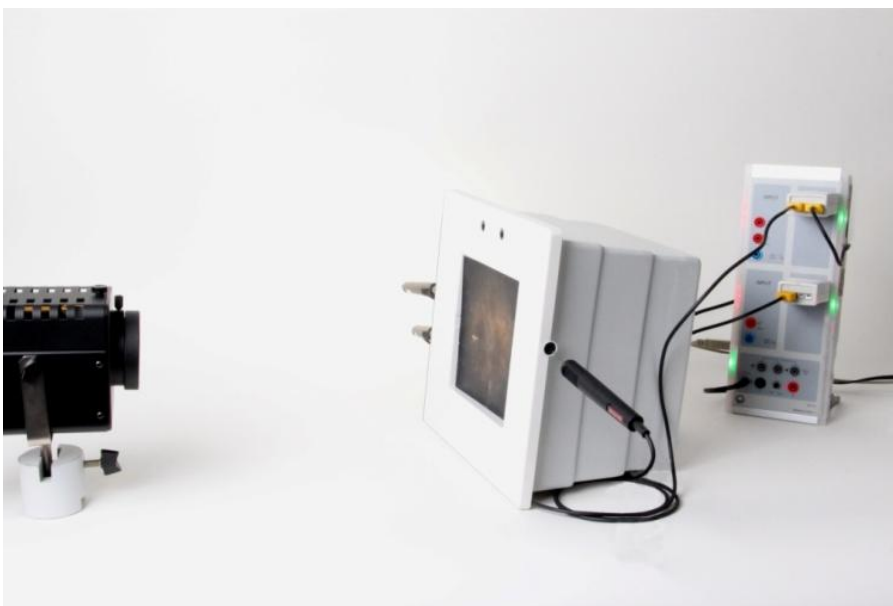

Abb. 1. Simulation des Wechsels zwischen Tag und Nacht durch periodische Beleuchtung.
Der Versuchsaufbau ist in Abb. 1 dargestellt.
- Die Temperaturfühler mit Hilfe des NiCr-Ni-Adapters gemäß Abb. 1 an das Sensor-CASSY anschließen.
- Die so vorbereitete Wärmemesskammer vorsichtig senkrecht auf den Tisch so stellen, dass die herausragenden Temperaturfühler den Tisch nicht berühren und nicht bei der Versuchsdurchführung berührt werden (siehe Abb. 1).
- Die Halogenlampe in die Halogenleuchte einführen und diese dann gemäß Abb. 1 an das Netzgerät anschließen. Den Transformator noch nicht einschalten!